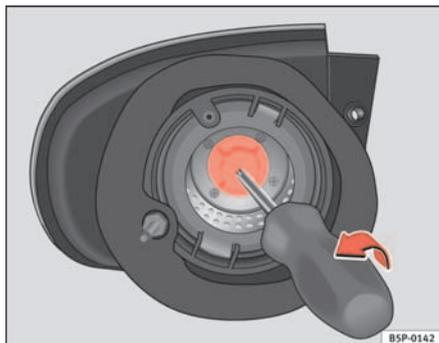

Fig. 184 Indicatore di direzione
- Estrarre il portalampade dell'indicatore di direzione con l'aiuto di un cacciavite seguendo il senso della freccia (si veda ⇒ fig. 184)